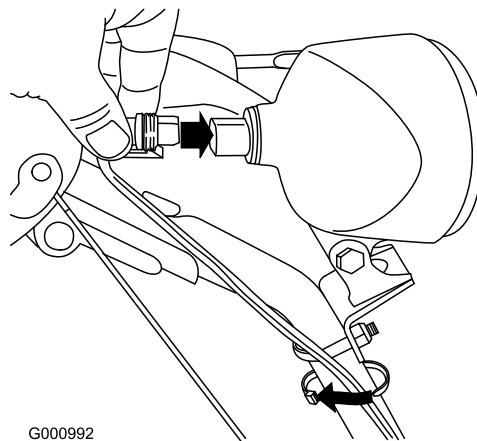

Bild 55
6. Setzen Sie den Kabelanschluss hinten am Scheinwerfer gerade ein, bis er fest sitzt (Bild 55).